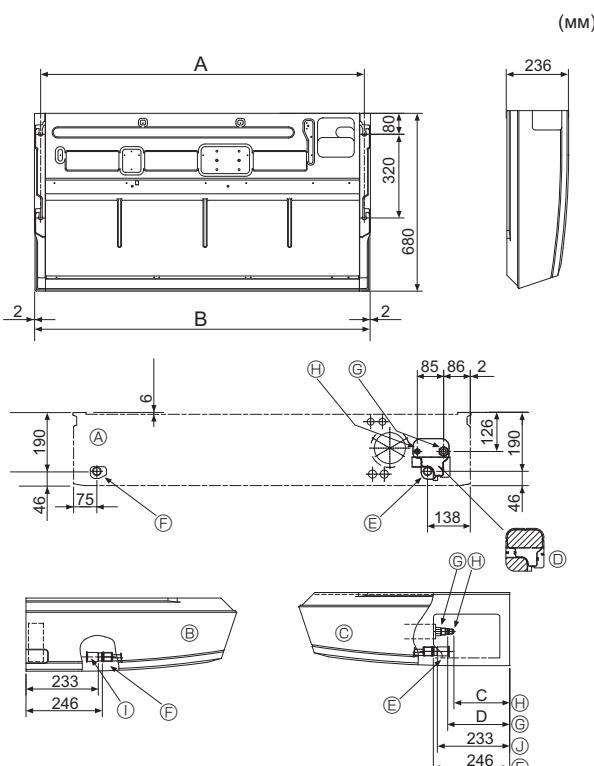

Fig. 3-2
①	Прокладка	4 шт.
②	Изоляция для труб	1 шт. Большой размер (для газового трубопровода)
③	Изоляция для труб	1 шт. Небольшой размер (для жидкостного трубопровода)
④	Лента	4 шт.
⑤	Соединительная муфта	1 шт. С отметкой "UNIT"
⑥	Изоляция для муфты	1 шт.
⑦	Изоляция для дренажного трубопровода	1 шт.
⑧	Гайка раструбного стыка	1 шт. ø6,35 (Только RP60)
3.2. Подготовка к установке (Fig. 3-2)